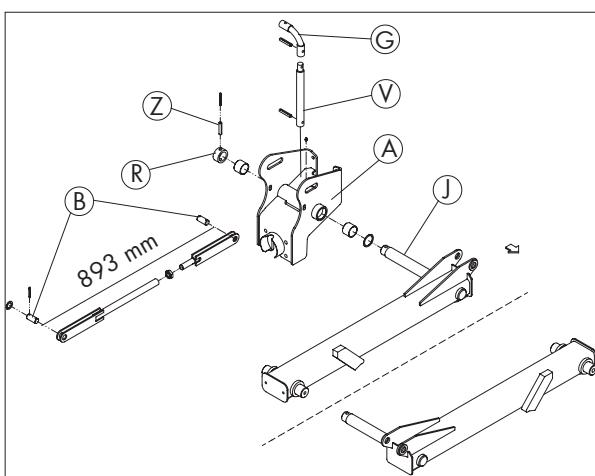

Bild 3-8
Kurbelverlängerung (V) und Gummigelenk (G) mit Spannstift (S) an Kreiselgetriebe befestigen (Bild 3-8). Verwenden Sie hierfür den Inhalt des Beutels J.
Lagergehäuse durch vier Schrauben M16 (C) und Distanzstück (D) mit Kreiselmaschine verbinden (Bild 3-8). Verwenden Sie hierfür den Inhalt des Beutels J.
Lagergehäuse (A) auf Lagerbolzen (J) aufschieben und mit Ring (R) und Spannstift (Z) sichern (Bild 3-8).
Steuerstange am Hauptrahmen im Loch oberhalb des Alulagers und am Lagergehäuse mit Bolzen (B) verbinden und durch Splinte sichern (Bild 3-8 und 3-9). Verwenden Sie hierfür den Inhalt des Beutels K.